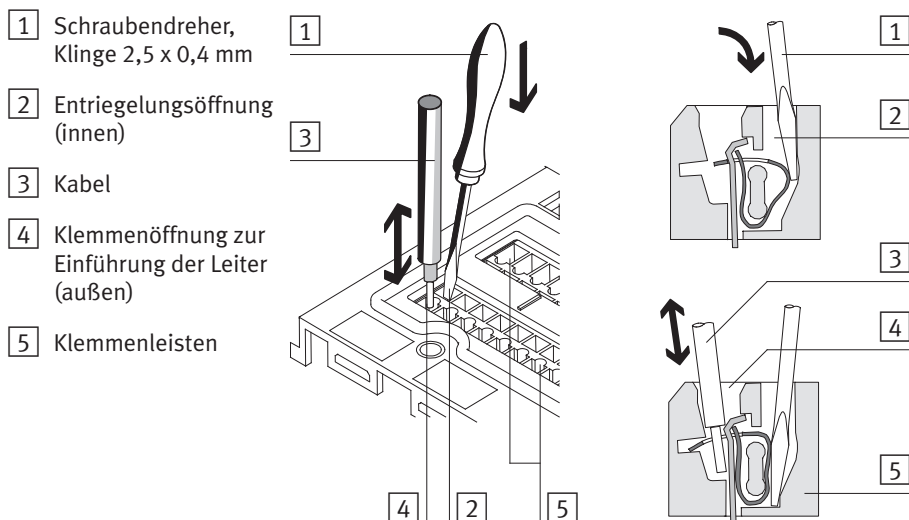

Bild 1/5: Verdrahten der Klemmenleiste
1. Drücken Sie den Schraubendreher mit einer leichten Schwenkbewegung in Richtung des Mittelstegs in die Entriegelungsöffnung (siehe Bild 1/5). Die Kabelklemme ist dadurch entriegelt.